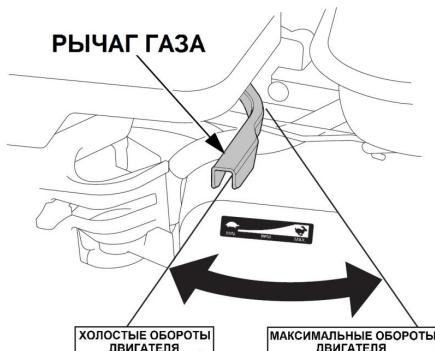

Рис. 23 Положения рычага газа
- Переведите рычаг газа на 1/3 хода в сторону положения максимальных оборотов двигателя (Рис. 23).